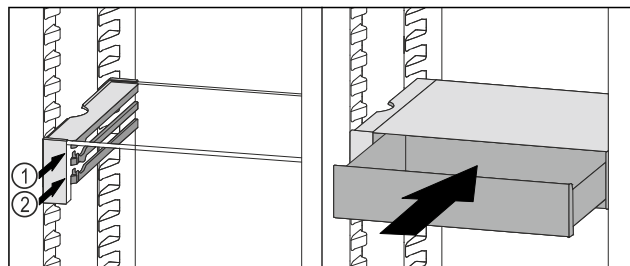

Fig. 198
- ▶ Встановити висувний ящик VarioSafe за стопорами на потрібне ребро Fig. 198 (1) або Fig. 198 (2).